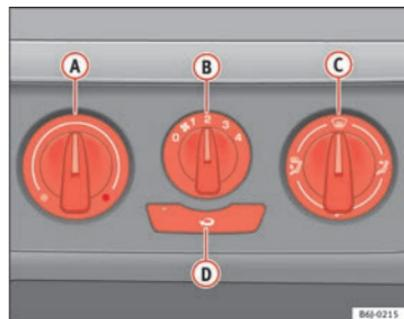

Abb. 87 In der Instrumententafel: Bedienelemente der Heizung
- Mit den Reglern **A** und **C** und dem Schalter **B** ⇒ Abb. 87 werden die Temperatur, die Luftverteilung und die Gebläsestufen eingestellt.